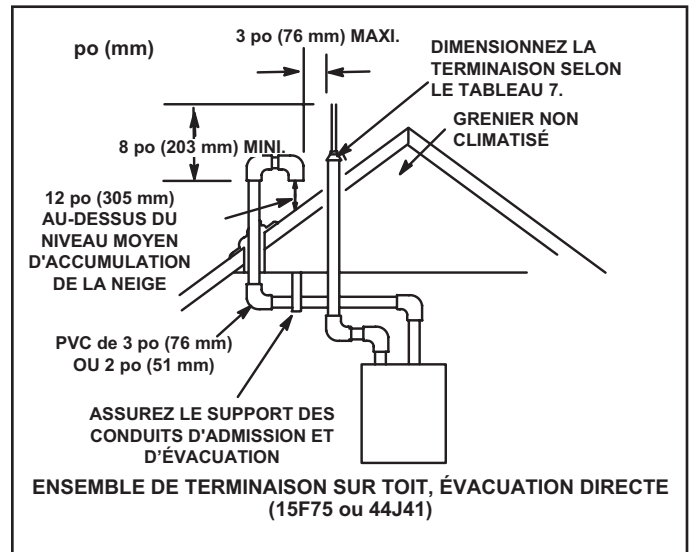
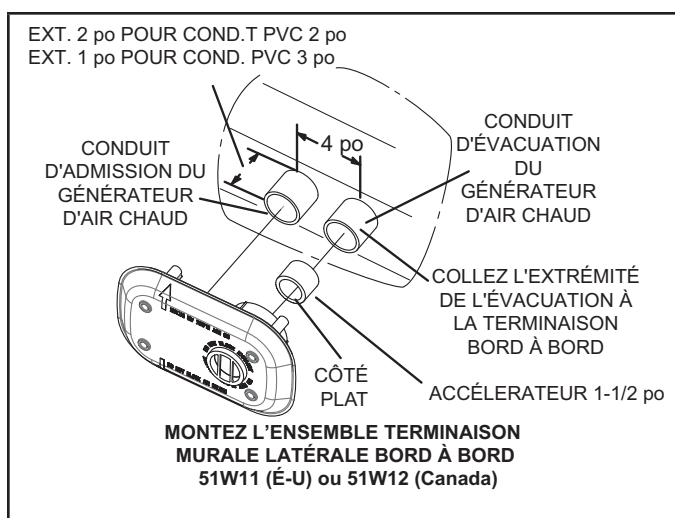

FIGURE 27
FIGURE 32
Les conduits d'admission et d'évacuation peuvent être acheminés soit horizontalement à travers un mur extérieur, soit verticalement à travers le toit. Pour les installations sous comble ou dans un placard, il est préférable d'utiliser une terminaison verticale à travers le toit. Les FIGURE 27 à FIGURE 32 illustrent des terminaisons typiques.
- 3 - Avec les terminaisons sur toit, le conduit d'admission doit comporter deux coudes à 90° et se terminer verticalement vers le bas (reportez-vous à la FIGURE 27).